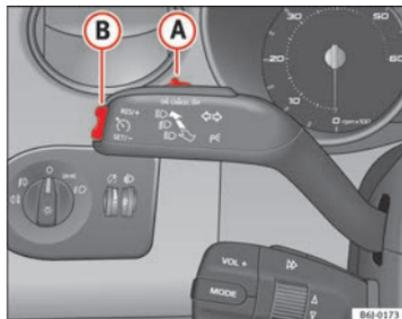

Fig. 113 Palanca de intermitentes y de luz de carretera: mando y tecla basculante para el regulador de velocidad
- Mueva el mando ⇒ fig. 113 (A) hacia la izquierda hasta la posición **ON**.